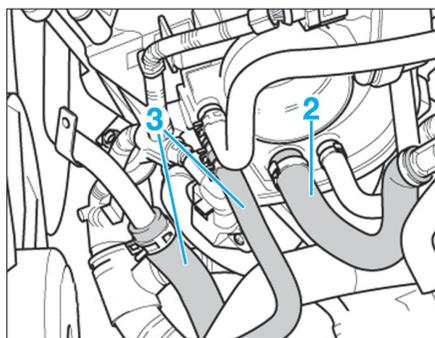

Fig. 39
- Séparer de la tubulure d'admission la durit de dépression (2) reliant le servofrein ainsi que les durits alentours (3) (Fig.39)